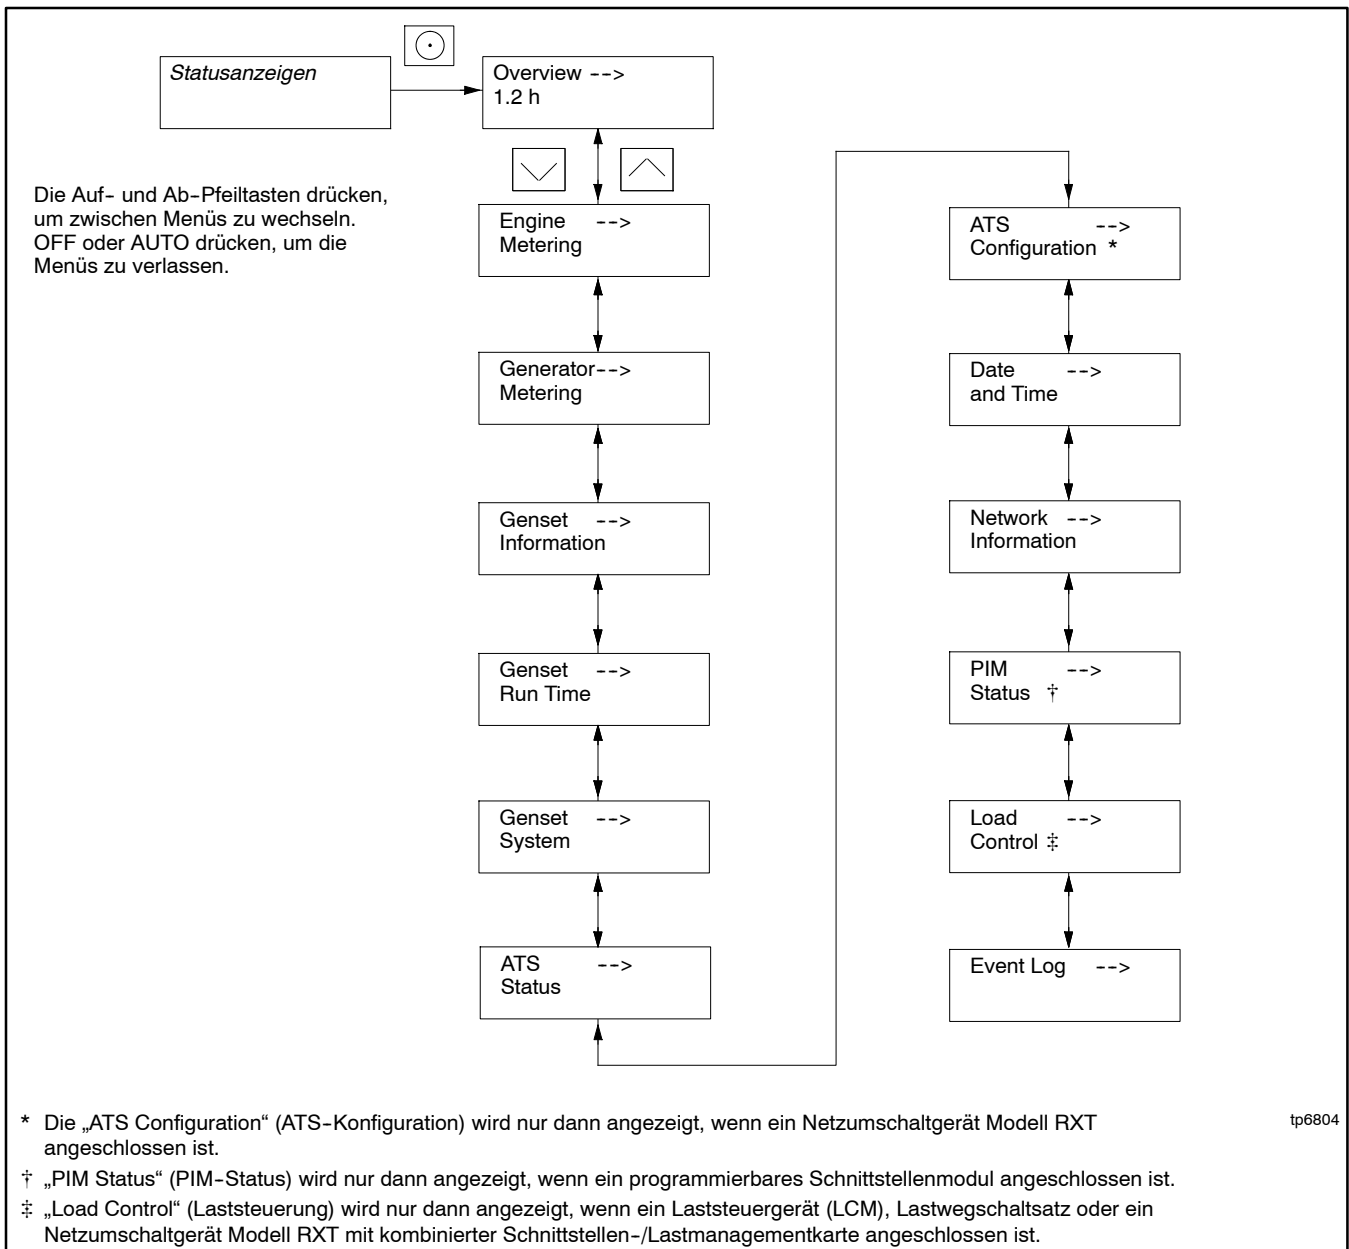

Abbildung 3-9 RDC2 – Hauptmenü
2. Die Ab-Pfeiltaste drücken, bis das gewünschte Menü angezeigt wird. In diesem Beispiel wird Menü „Genset System“ (Generatorsatzsystem) verwendet. Siehe Abbildung 3-9.
2. Die Ab-Pfeiltaste drücken, bis das gewünschte Menü angezeigt wird. Siehe Abbildung 3-9. In diesem Beispiel werden Datum und Uhrzeit verwendet.
2. Die Auswahltaste drücken, um das Hauptmenü aufzurufen. Siehe Abbildung 3-9.
Die Auswahltaste einmal drücken, um das Hauptmenü aufzurufen. „Overview“ (Übersicht) wird angezeigt. Siehe Abbildung 3-9. Die Ab-Pfeiltaste drücken, um das nächsten Menü "Engine Metering" (Motormessung) aufzurufen. Mit den Tasten AUF und AB durch die in Abbildung 3-9 gezeigten Menüs hinauf und hinunter blättern.